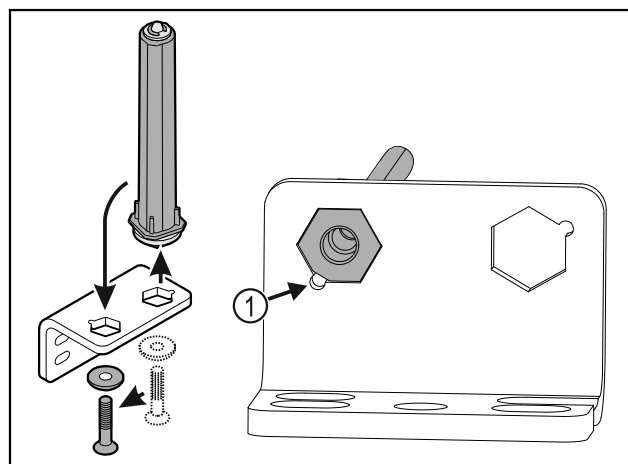

Fig. 40
- Bëni kujdes që gjatë vendosjes, e prera e kokës së bulonit Fig. 40 (1) të jetë e drejtuar nga vrima e rrumbullakët.